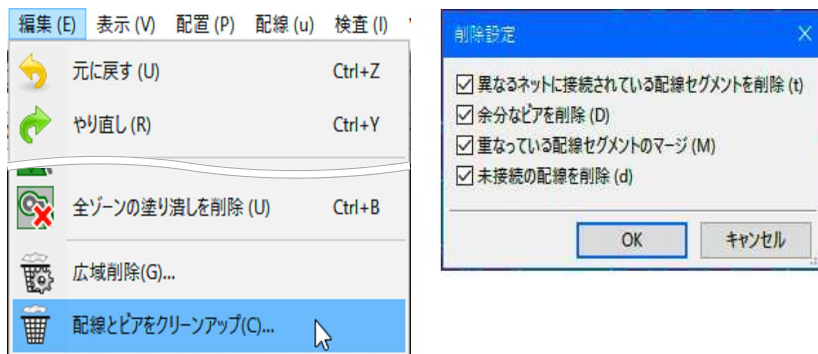

図9-34
- ① ショートカットBでベタ領域を再生成します。
- ② メニューバー「編集」→「配線とビアのクリーンアップ」と進みます。
- ③ 「削除設定」ダイアログの「OK」をクリックしてクリーンアップを実行します。図9-34